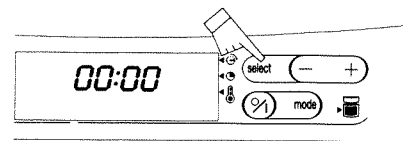

Fig. 1
1. Pulse la tecla ⌂ (fig. 1).
1. Pulse la tecla  (fig. 1).
1. Pulse una vez en la posición «select», (fig. 1). El visualizador parpadea.